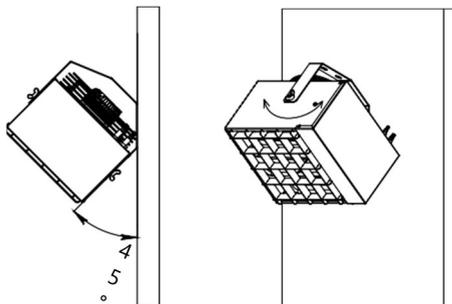

Fig. 9 - Inclinaison à 45
- Direction de l'écoulement à un angle de 45° avec possibilité de rotation autour de l'axe de rotation. (Fig. 9)